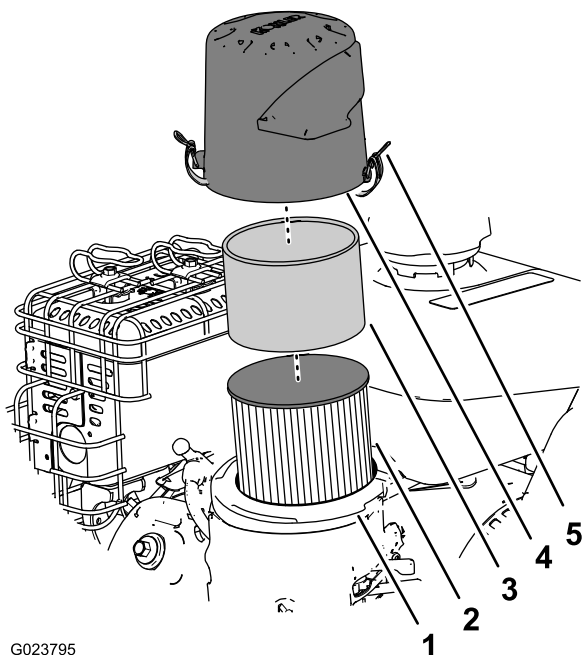

Figura 22
2. Retire la tapa y límpiela a fondo (Figura 22).
3. Retire el pre-limpiador de gomaespuma y lávelo con un detergente suave y agua, luego séquelo apretando suavemente con un paño (Figura 22).
4. Retire e inspeccione el filtro de aire de papel (Figura 22); deséchelo si está excesivamente sucio.
6. Instale el pre-limpiador de gomaespuma sobre el filtro de aire de papel (Figura 22).
7. Instale el filtro de aire en la base del filtro de aire (Figura 22).